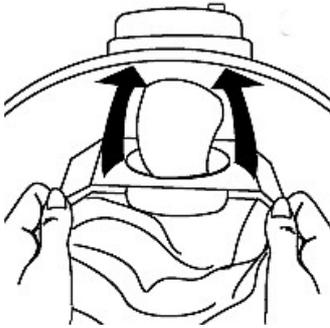

Abb. 5: Montage des Filters
- Wenn die Benutzung des Filters aus Papier/Stoff vorgesehen ist, so ist dieser in den Behälter einzuführen, indem er auf das Blech gezogen wird (Abb. 5).